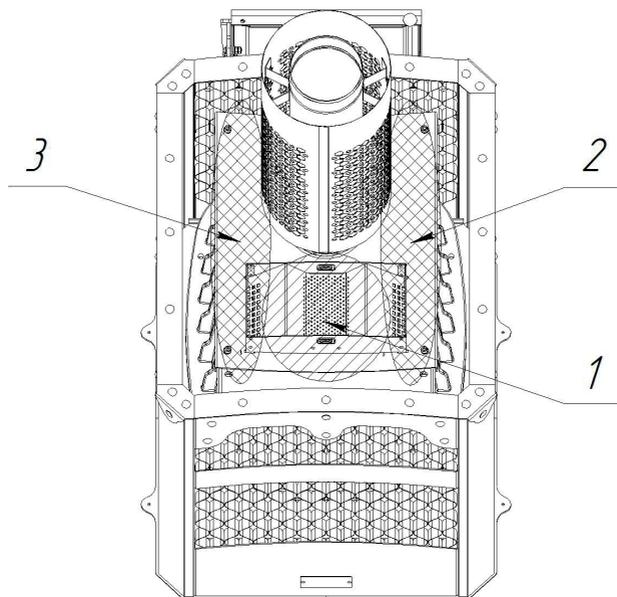

Рисунок 6 — Зоны подачи воды (камни не показаны)
В закрытой каменке реализована трёхзонная подача воды на камни. Подачу воды можно осуществлять вручную, используя крышку-селектор подачи воды. Поочередно подавая воду в каждую из трёх зон (рисунок 6, поз. 1, 2, 3) закрытой каменки, можно получить сухой мелкодисперсный пар спустя 30 минут после растопки печи.
- 1) подавая воду в зону 1 (рисунок 6), можно получить пар с наиболее прогретых камней, расположенных в передней части закрытой каменки;
- 2) подавая воду в зоны 2, 3 (рисунок 6), можно получить пар с камней, располо-